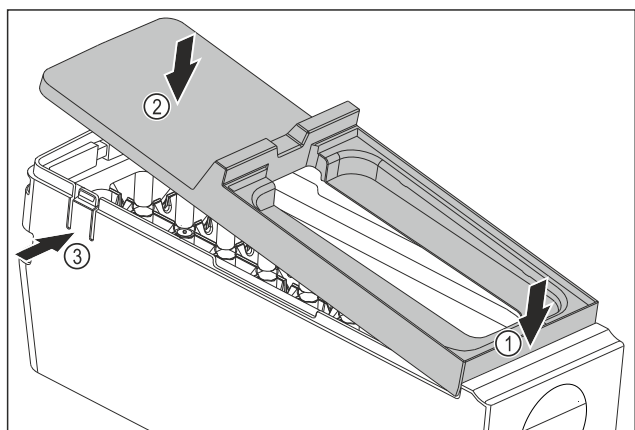

Fig. 81
- ▶ Montáž krytu korpusu EasyTwist-Ice: Kryt nasadte vpredu. Fig. 81 (1)
- ▶ Kryt spustite dozadu. Fig. 81 (2)
- ▷ Kryt počutelné zapadne od oboch strmeňov Fig. 81 (3).